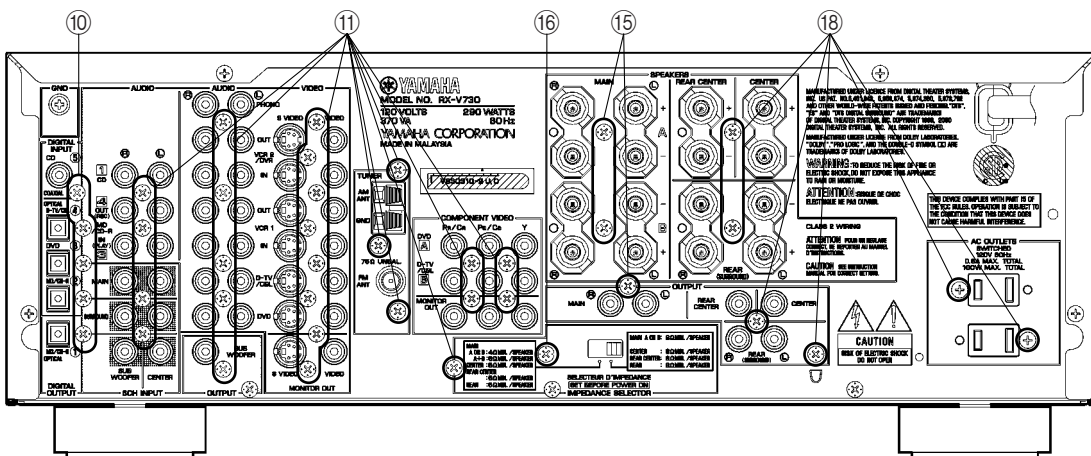
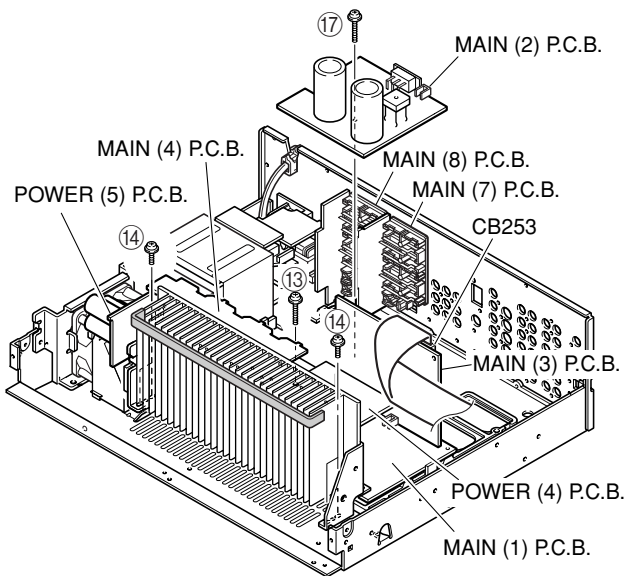

Fig. 4
Fig. 7
- Remove 5 screws (10). (Fig. 4)
- 10のネジ5本を外します。(Fig. 4)
- Remove 25 screws (11). (Fig. 4)
- 11のネジ25本を外します。(Fig. 4)
7. Removal of MAIN (7) and MAIN (2) P.C.B.s
- a. Remove 3 screws (15). (Fig. 4)
- b. Remove MAIN (7) P.C.B.. (Fig. 7)
- c. Remove 1 screw (16). (Fig. 4)
- d. Remove 1 screw (17). (Fig. 7)
- e. Remove MAIN (2) P.C.B.. (Fig. 7)
8. Removal of MAIN (8) P.C.B.
- a. Remove 6 screws (18). (Fig. 4)
6. MAIN (1)、MAIN (3)、MAIN (4)、POWER (4)、POWER (5) P.C.B.の外し方
- a. CB253を外します。(Fig. 7)
7. MAIN (7)、MAIN (2) P.C.B.の外し方
- a. ⑮のネジ3本を外します。(Fig. 4)
- c. ⑯のネジ1本を外します。(Fig. 4)
8. MAIN (8) P.C.B.の外し方
- a. ⑱のネジ6本を外します。(Fig. 4)